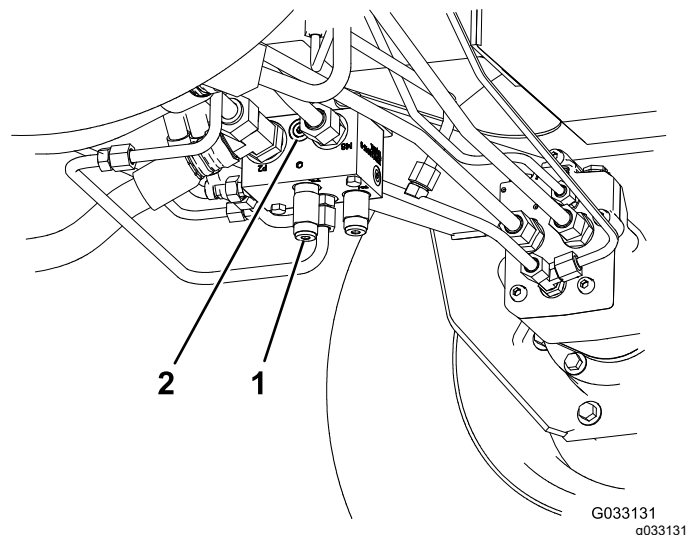

图 38
1. 在后牵引歧管端口 M8 与 P2 之间的未标记端口安装诊断接头 图 38